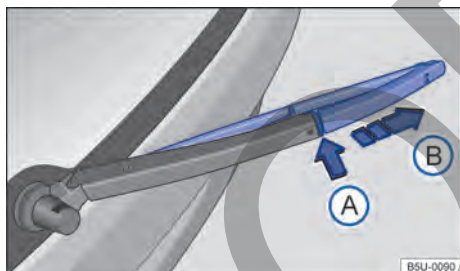

Fig. 203 Sustituir la escobilla del limpiaventana.
- Mantener presionada la tecla de desbloqueo → fig. 203 ⓘ.